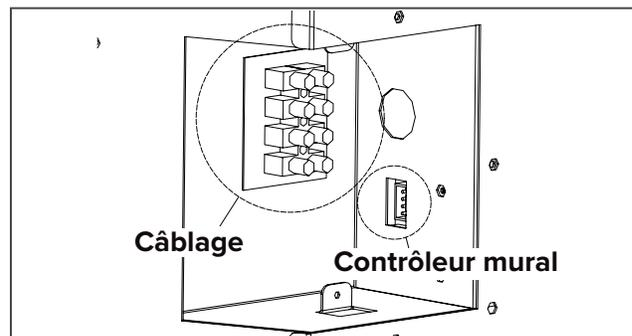

Fig. 2
- L'appareil étant placé dans le cadre d'encastrement, insérez-le suffisamment loin dans l'enceinte pour localiser les fils d'alimentation du bornier **(Fig.2)**.